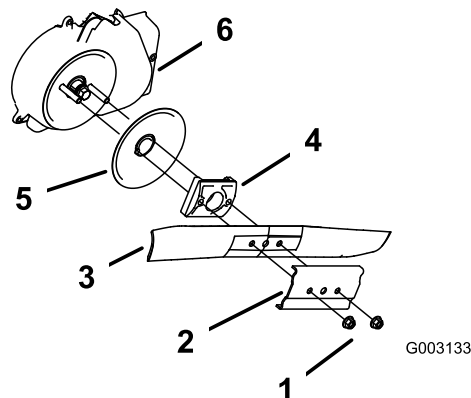

Figura 30
3. Îndepărtați cele 2 piulie ale lamei i elementul de rigidizare (Figura 30).
4. Îndepărtați lama (Figura 30).
5. Îndepărtați acționarea lamei i discul (Figura 30).
6. Îndepărtați protecția sistemului Blade Brake Clutch (Figura 30).
10. Instalați lama i elementul de rigidizare pe care le-ați îndepărtat anterior (Figura 30).